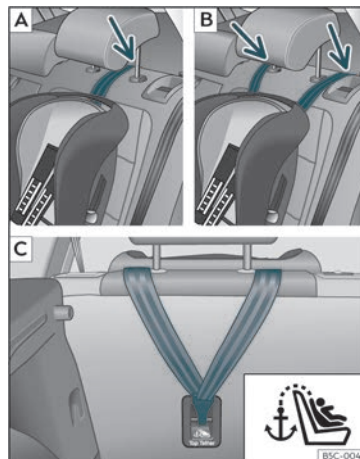
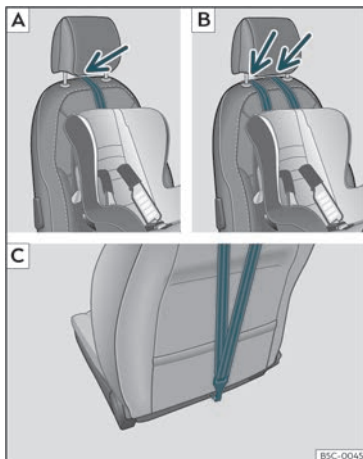

Fig. 33 Bancos traseiros: ajuste e montagem em função do cinto Top Tether.
Fig. 34 Banco dianteiro do passageiro: ajuste e montagem em função do cinto Top Tether.
cabeça se for necessário) >>> **Fig. 33 [A]/[B]**, >>> **Fig. 34 [A]/[B]**.
- Deslize a correia e fixe-a corretamente com a fixação da parte posterior do encosto >>> **Fig. 33 [C]**, >>> **Fig. 34 [C]**.